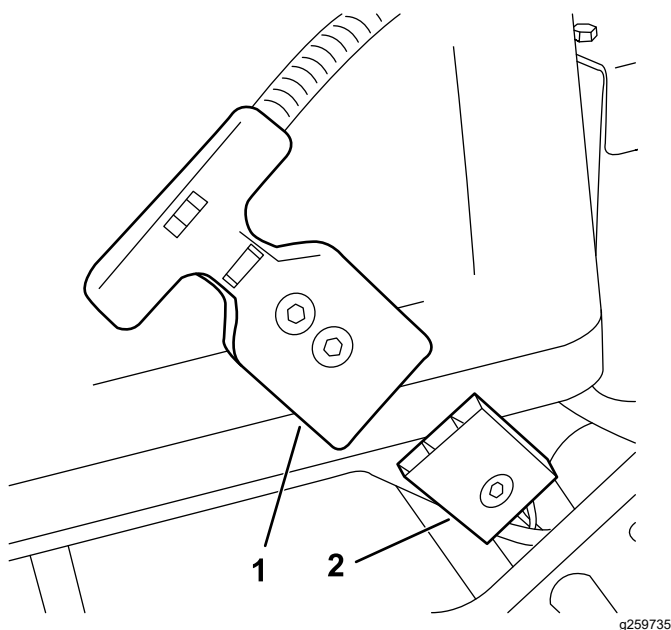

Figura 3
- Puxe a pega em T do conector do conector de alimentação principal da bateria colocado na prateleira da bateria (Figura 3).
4. Ligue o conector da pega em T ao conector da bateria (Figura 3)